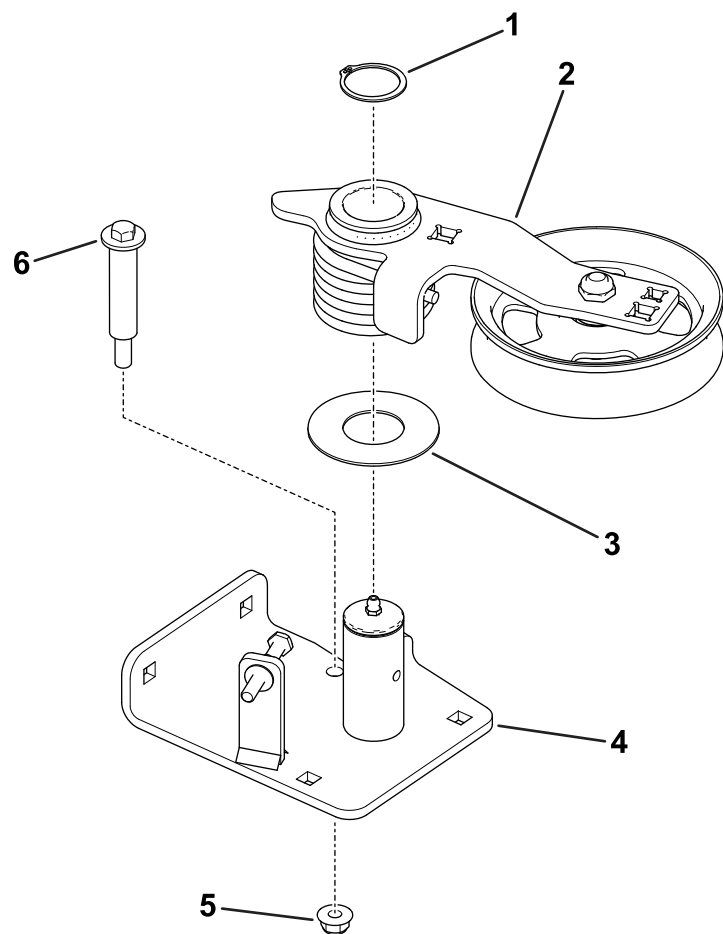

图 4
5. 释放怠轮弹簧张力时从怠轮枢轴板上拆下轴肩螺栓 (图 4)。
6. 拆除将怠轮臂固定到怠轮枢轴的卡环 (图 4)。